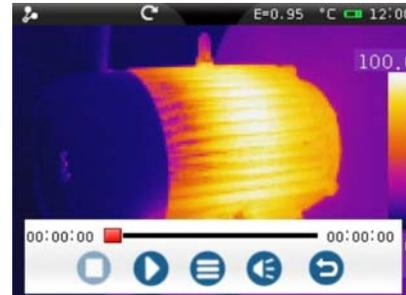

Abb. 68: Aufruf von gespeicherten IR Videos
1. Berühren Sie das Symbol “▶” im Hauptmenü. Die folgende Bildschirmseite erscheint im Display (siehe Abb. 68 – linke Seite).
4. Berühren Sie ein Video in der Galerie, um es abzuspielen. Das ausgewählte Video wird mit dem Symbol “▶” vermerkt. Die Bildschirmseite von Abb. 68 – rechte Seite erscheint im Display. Die Bedeutung der vorhandenen Symbole ist die folgende: